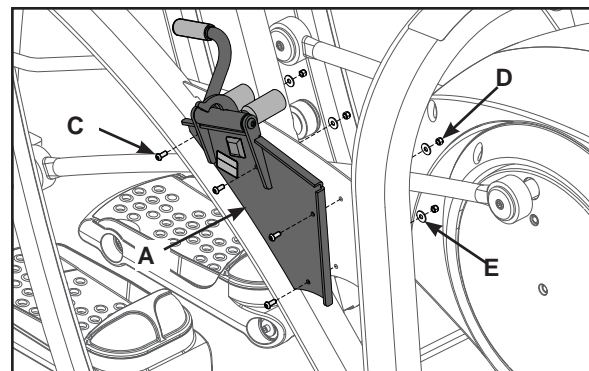

Figure 3
- A. Placez le bras de calage sur la plaque latérale. Reportez-vous à la figure 3.
- B. À l'aide de la clé Allen de 5/32 po et de la clé à fourche de 7/16 po, fixez les quatre vis de blocage à tête ronde (C), les quatre rondelles (E) et les quatre contre-écrous en nylon (D) fixant le bras de calage (A) à la plaque latérale. Reportez-vous à la figure 3.